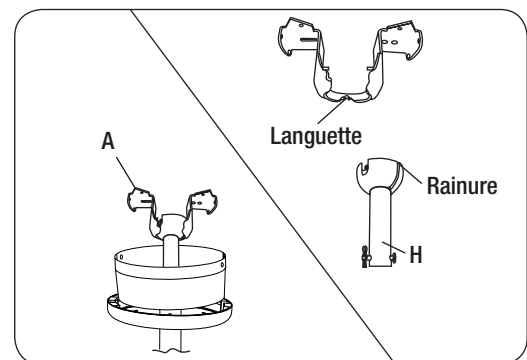

Figure 8
- Avant d'effectuer les connexions électriques, soulever doucement l'ensemble du ventilateur jusqu'au support de montage (A). Placez la boule de suspension dans le logement du support de montage. Assurez-vous que la languette du logement du support de montage est correctement placée dans la rainure de la boule de suspension (Figure 8).